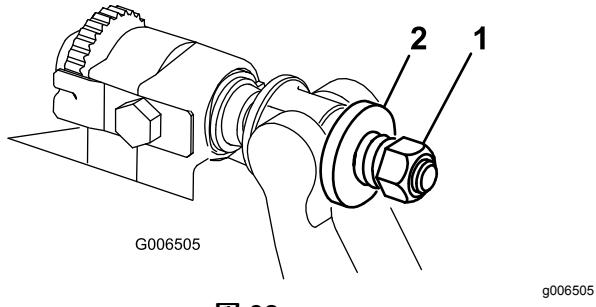

図 32
4. スプリングがつぶれるまでテンションナットを締め、そこから半回転戻す図 32。
10. 各ベッドバーAJAスタアセンブリを締め付けて圧縮スプリングを完全に圧縮し、そこから1/2回転だけ戻す図 32。